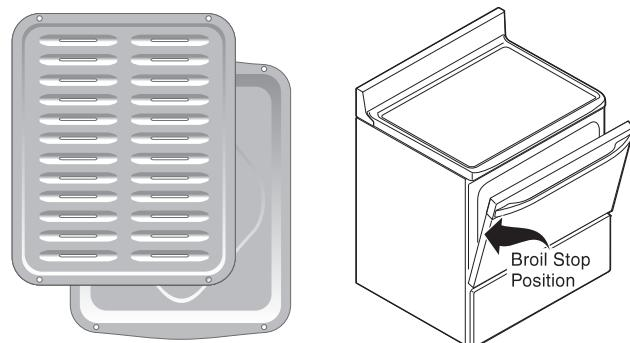

Figure 16 : Lèchefrite et grille de lèchefrite (G) porte ouverte à la position d'arrêt (D).
3. Appuyer sur pour griller à **haute intensité (HI)** ou sur pour **faible intensité (LO)**. La majorité des aliments peuvent être grillés avec la fonction < Broil > (griller) réglée sur < HI > (haute intensité). Sélectionner le paramètre < LO > (faible intensité) pour éviter un excès de brunissement ou le séchage des aliments qui doivent être bien cuits.
6. Déposer la lèchefrite avec grille sur la grille du four. Laisser la porte du four ouverte à la position d'arrêt durant la cuisson au grilloir (Figure 16).